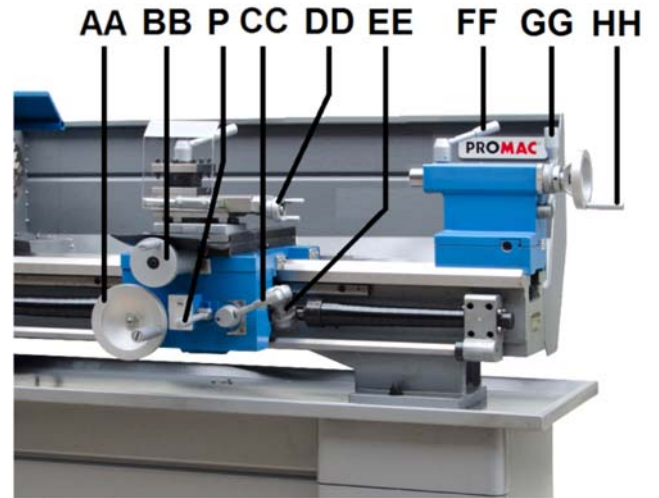

Abb. 10-6: Bedienelemente der Maschine
Schlosskastenverstellweg (AA, Abb. 10-6), Querverfahrweg (BB) und Oberschlittenverfahrweg (DD) können auf Längs- und Planvorschub eingestellt werden.